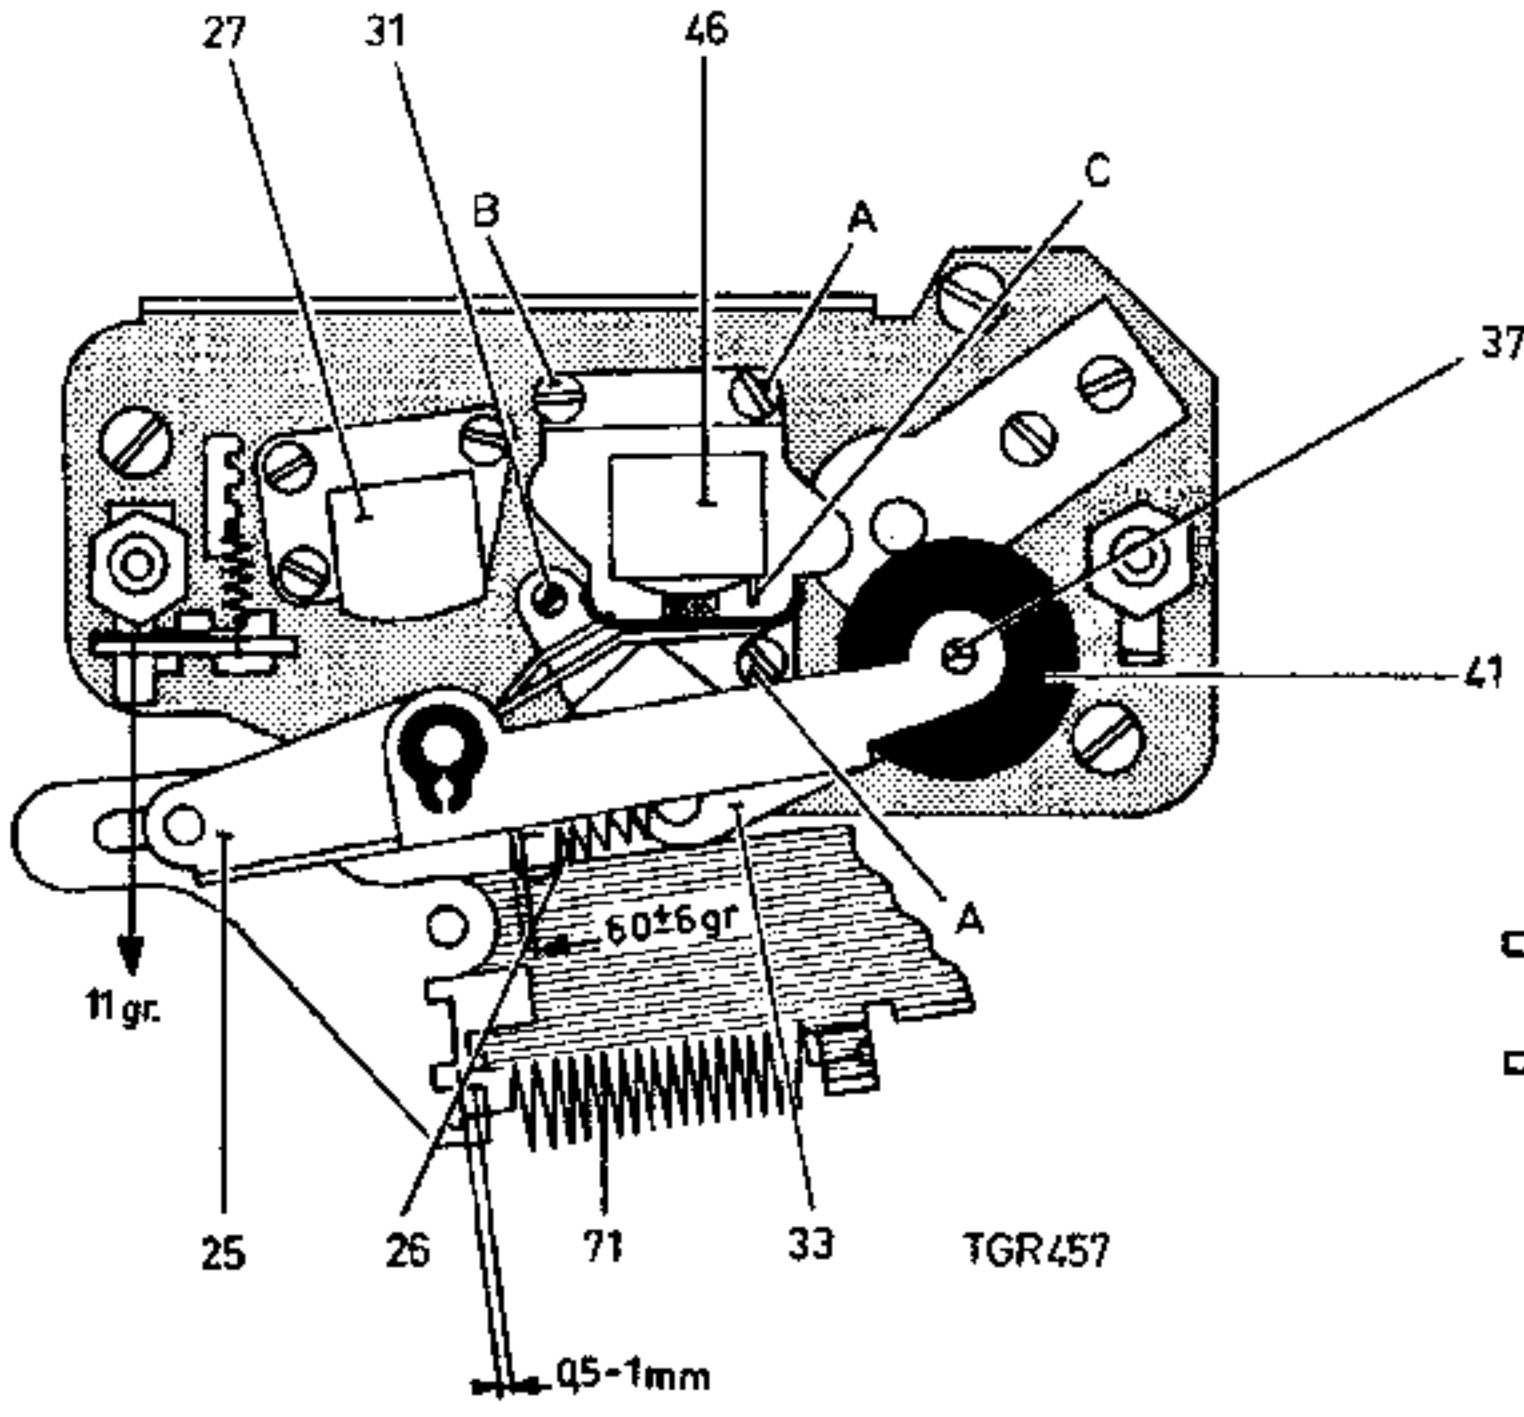

Fig. 6
- Dévisser la broche 31 de l'appareil (voir fig.6).